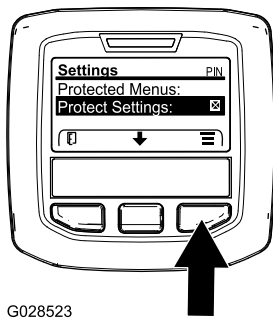

Bild 74
Hinweis: Wenn im Feld rechts neben dem Eintrag „Geschützte Einstellungen“ kein X angezeigt wird, sind die Untermenüs für „L Boom“, „C Boom“, „R Boom“ und „Reset Defaults“ nicht mit der PIN gesperrt (Bild 74).
- Hinweis:** Ein X wird im Feld rechts neben dem Eintrag „Geschützte Einstellungen“ angezeigt (Bild 74).